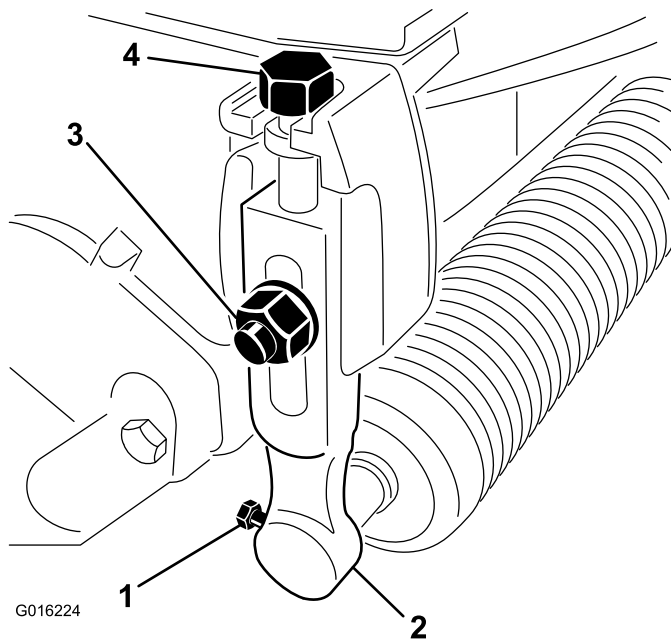

Figura 1
2. Desaperte os parafusos que prendem cada extremidade do rolo da frente aos braços da altura de corte (Figura 1).
3. Retire os parafusos de cabeça plana, anilhas e porcas que prendem os braços da altura de corte a cada extremidade da unidade de corte (Figura 1). Retire os braços da altura de corte e conjunto do rolo.
4. Remova os parafusos de ajuste da altura de corte dos braços da altura de corte (Figura 1).